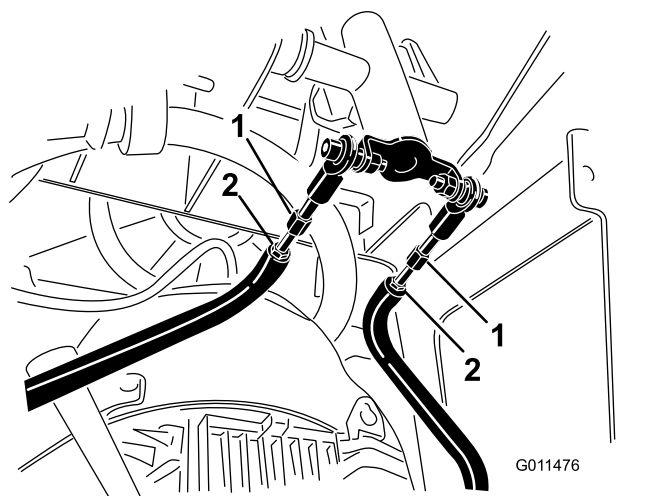

Figure 57
- D. Desserrez les écrous de blocage sur les tiges de déplacement, sous le panneau de commande (Figure 57).